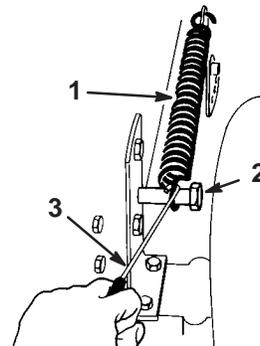

Abbildung 37
4. Die Feder der Mähdeckanhebung mit dem mit der Maschine mitgelieferten Federwerkzeug von der Halteschraube entfernen (Abb. 37). Die Feder befindet sich zwischen Rahmen und rechtem Hinterrad.
13. Den Schnitthöhenhebel (Mähdeckanhebung) auf Kerbe "D" stellen. Die Feder der Mähdeckanhebung zur Lagerung an der Halteschraube anbringen (Abb. 37).